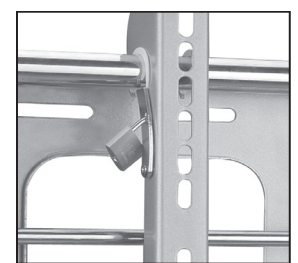

Fig. 6
2. Mueva la lengüeta de seguridad de cada brazo a su posición para evitar que la pantalla se separe accidentalmente del montaje. Puede insertarse un candado en una de las lengüetas para ayudar a evitar el robo de la pantalla (Fig. 6).